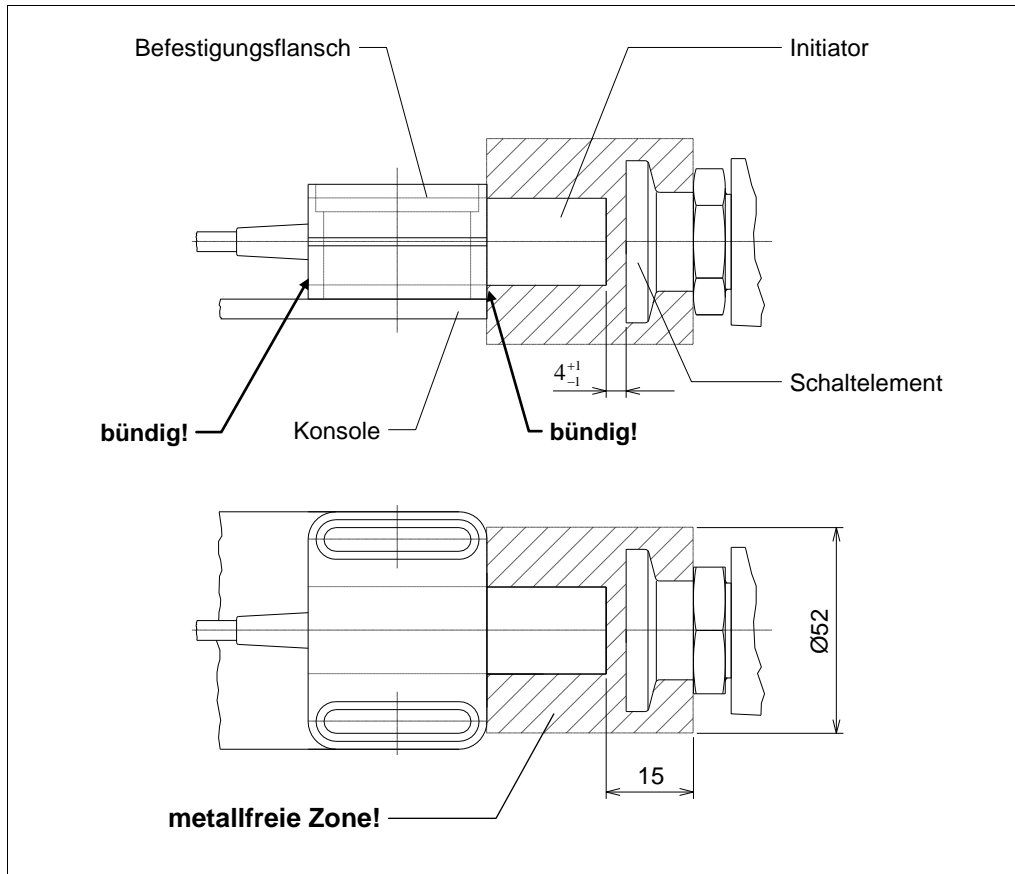

Bild 6
- **Metallfreie Zone (15mm) um den Kopf des Initiators (→ Bild 6) beachten!**